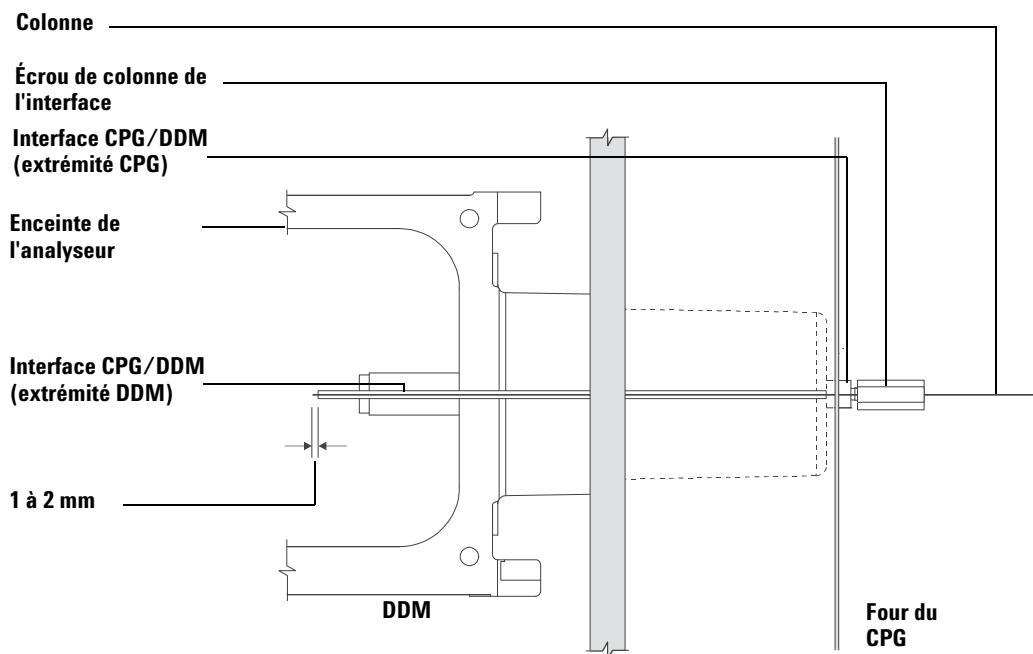

Figure 11 Raccordement colonne CPG-DDM
- 10** Réajuster la position de la colonne de sorte qu'elle ne dépasse de l'extrémité de l'interface CPG/DDM que d'1 à 2 mm dans l'enceinte de l'analyseur et serrer l'écrou. Voir Figure 11.